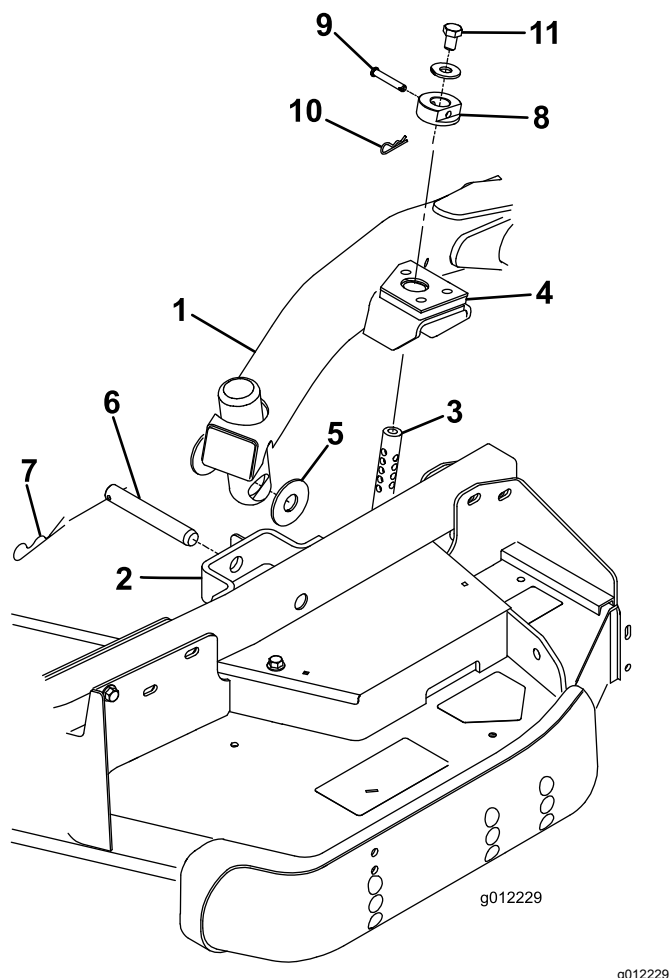

Figura 5
2. Portate la leva di sollevamento in posizione FLOAT. Spingete verso il basso un braccio di sollevamento fino a quando i suoi fori non si trovano allineati ai fori della staffa del braccio della ruota orientabile e l'asta dell'altezza di taglio può essere inserita nei pattini del braccio di sollevamento (Figura 5).
3. Fissate il braccio di sollevamento al braccio della ruota orientabile con 2 rondelle di spinta, un perno con testa e una coppiglia a forcina. Posizionate le rondelle di spinta tra il braccio di sollevamento e la staffa del braccio della ruota orientabile (Figura 5). Inserite l'estremità della coppiglia nella scanalatura nell'aletta del braccio della ruota orientabile, per fissare la coppiglia.
7. Montate i collari dell'altezza di taglio sulle aste dell'altezza di taglio e fissateli con dei perni con testa e delle coppiglie (Figura 5). Se possibile, collocate la testa del perno rivolta verso la parte anteriore del piatto.
8. Montate un bullone ($\frac{1}{2} \times \frac{3}{4}$ ") e una rondella sulla sommità di ogni asta dell'altezza di taglio (Figura 5).